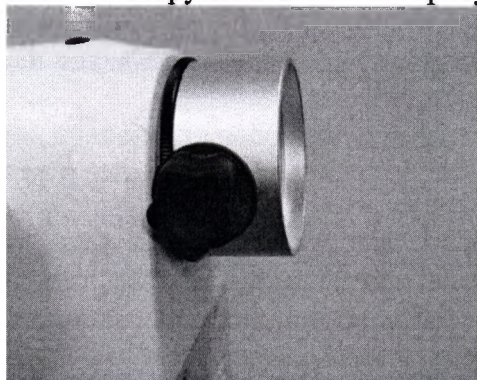

Рис. 13
5.4.2 Точная фокусировка выполняется рукояткой точной фокусировки (см. рис.13)